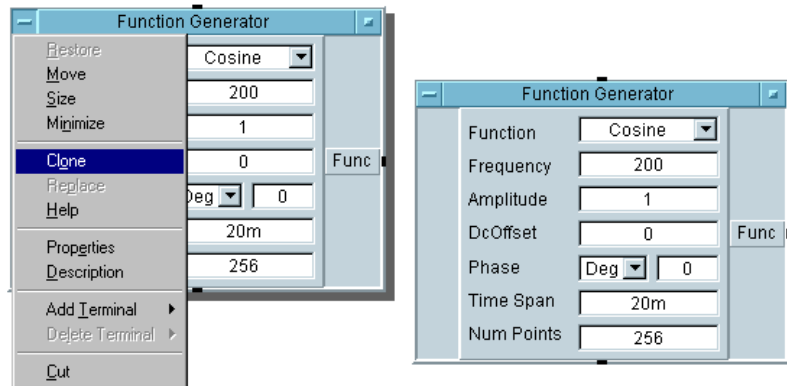

図 1-10. オブジェクトのクローン作成
2. 輪郭線を目的の位置まで移動し、クリックしてオブジェクトを配置します。複製されたオブジェクトが表示されますが、元のオブジェクトも残ります。図 1-10 では、Function Generator を 1 つ複製した後で、さらにオブジェクト・メニューからクローンを実行するコマンドが選択されています。